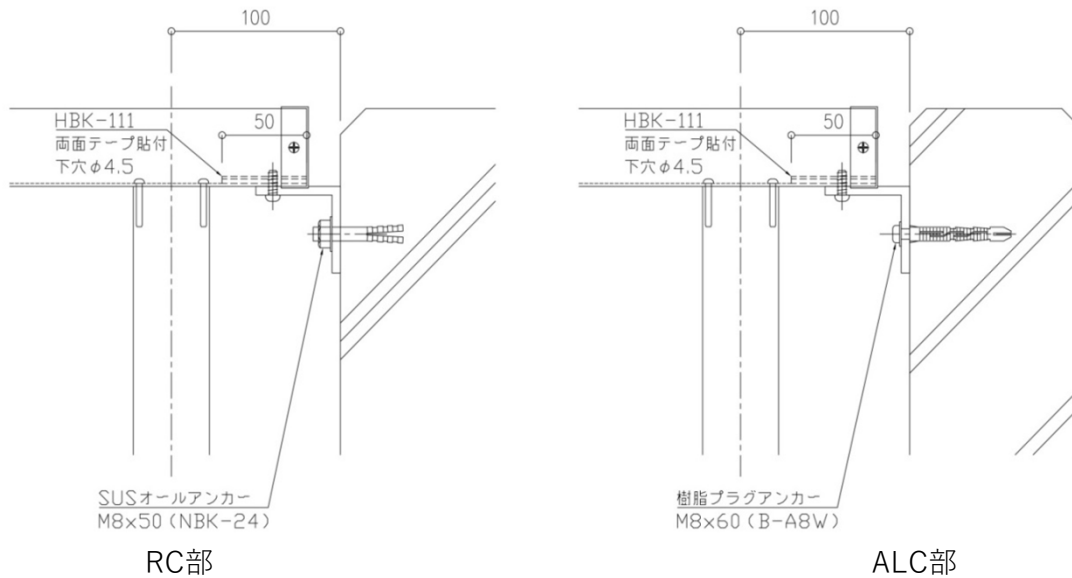
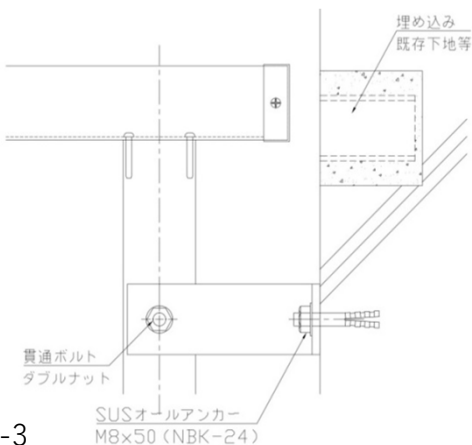

図8-1
図8-3
2. 既存手すりの改修工事などで、図8-1の箇所にアンカーが打てない場合は、図8-3を参考に施工する。